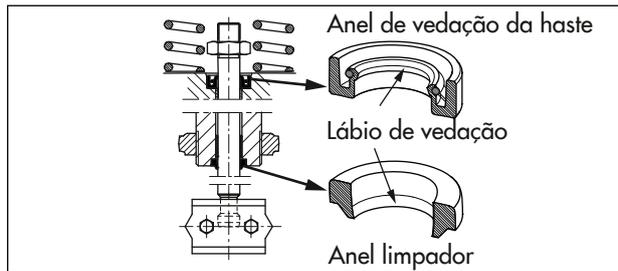

Fig. 26: Alinhamento do anel de vedação da haste e do anel limpador
6. Utilize uma ferramenta adequada para montar o anel de vedação da haste. Respeite o alinhamento correto do anel de vedação da haste (consulte a Fig. 26).
7. Utilize uma ferramenta adequada para montar o anel de vedação da haste. Respeite o alinhamento correto do anel de vedação da haste (consulte a Fig. 26).